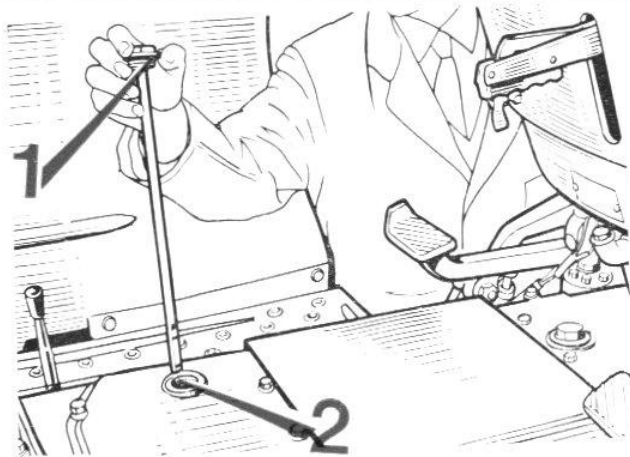

FIG. 46
Vidanger le pont arrière par le bouchon (1) en ouvrant le bouchon 1 fig. 46 pour favoriser l'écoulement.
Faire le plein du pont arrière par l'orifice (2) fig. 46 à l'aide de 38 litres d'huile **FLUID S de MOBIL.**